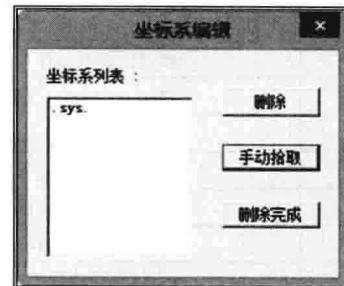

图 1-10 “删除坐标系”对话框
①单击【删除坐标系】图标 ，或者单击【工具 (T)】→【坐标系 (C)】→【删除坐标系】，系统弹出对话框，如图 1-10 所示。② 拾取要删除的坐标系，单击坐标系，删除坐标系完成，关闭对话框。